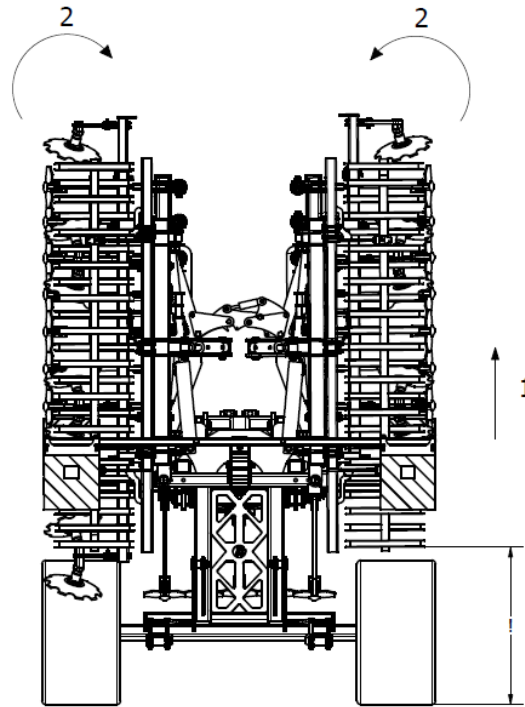

Fig. 13 Étapes du dépliage de la machine : 1 - machine levée au maximum, 2 - bras latéraux repliés en position « fermée ».
1. Tout d'abord, il est nécessaire d'abaisser correctement le châssis et de relever au maximum la machine pour permettre un repliement correct de la machine, en évitant le risque que les bras de repliage s'accrochent au sol pendant le déplacement (fig.13).
2. Ensuite, replier les bras latéraux à la position « fermée » (pliée) à l'aide d'un système de verrouillage hydraulique afin de s'assurer que le verrouillage se déverrouillera et permettra ensuite de déplier les bras latéraux. Cette action est indispensable pendant chaque dépliage (« ouverture ») des bras de la machine (fig. 13).